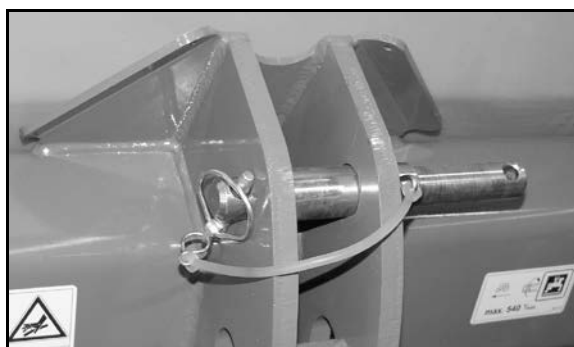

Bild 28
- bakåt (Bild 28/1) till avställningsläget.
- framåt (Bild 28/2) till transportläget.